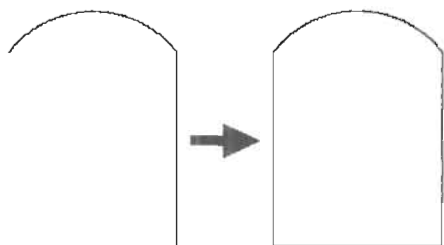

图 2-66
(1) 打开配套光盘中的“CH02\操作示例 2-14.dwg”文件,利用对象追踪功能绘制出残缺部分的线段,如图 2-66 所示。